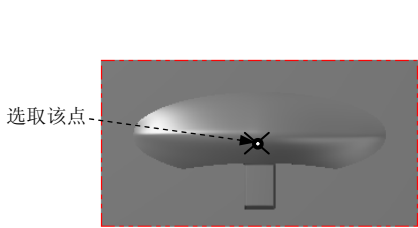
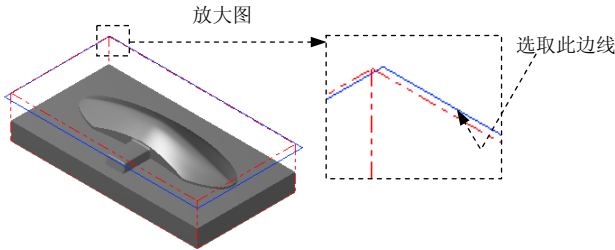

图 9.4 定义基准点
图 9.5 选取切削范围边线
Step1. 绘制边界。单击顶视图  按钮，选择  C 绘图   R 矩形 命令，系统弹出“矩形”工具栏。在“矩形”工具栏中确认  按钮被按下，选取图 9.4 所示的坐标原点（此时在“标准选择”工具栏的  X 文本框  Y 文本框  Z 文本框中均为 0），然后在  后的文本框中输入 330，在  后的文本框中输入 180，按 Enter 键。单击  按钮，完成矩形边界的绘制，结果如图 9.5 所示。
在图形区中选取图 9.5 所示的边线。单击  按钮，系统返回至“刀具路径的曲面选取”对话框。